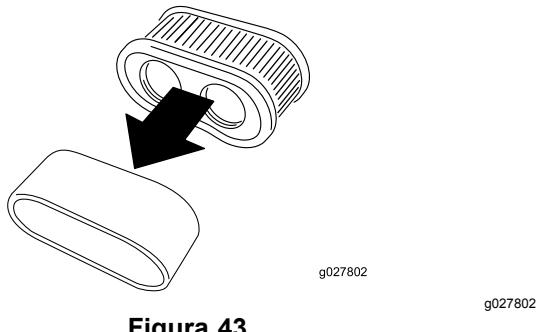

Figura 43
5. Separe los elementos de gomaespuma y papel (Figura 43).